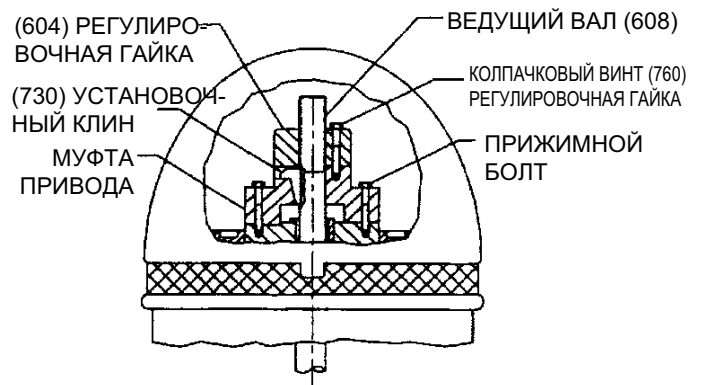
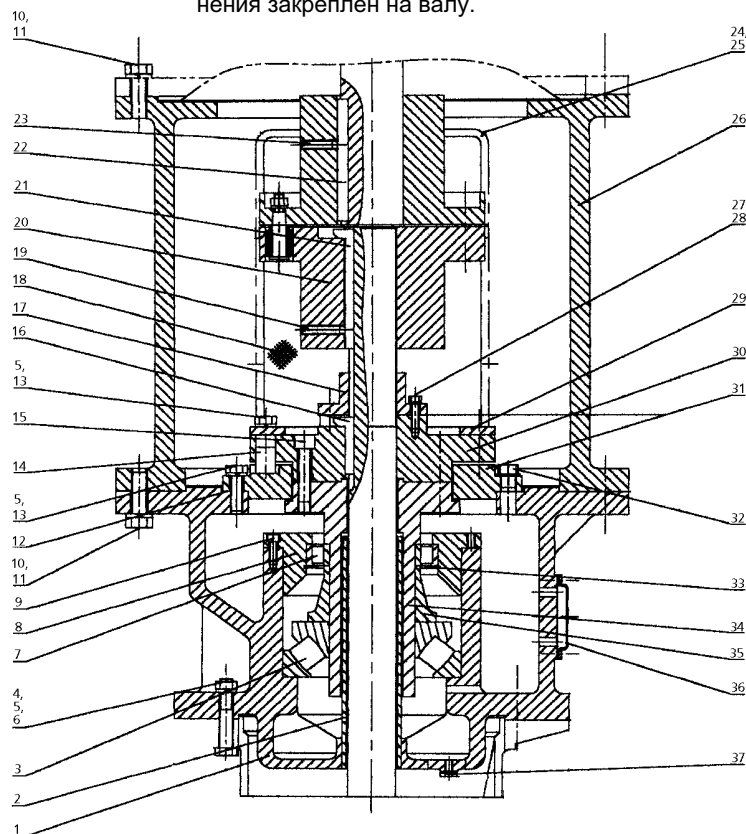

Рисунок 12
Рисунок 19 – Упорное гнездо, смазываемое маслом
6. После опускания и ориентации привода, как объясняется выше, снять муфту привода и прижимные болты (см. рисунок 12). Обязательно отметить расположение муфты перед ее демонтажом.
Если агрегат поставляется с упорным гнездом (см. рисунок 19), упорное гнездо должно быть установлено на верхней части нагнетательной головки или стенде электродвигателя до установки привода. Приводной механизм узла упорного гнезда аналогичен электродвигателю с полым валом. (См. рисунок 12)
### УПОРНОЕ ГНЕЗДО, СМАЗЫВАЕМОЕ МАСЛОМ (СМ. РИСУНОК 19)